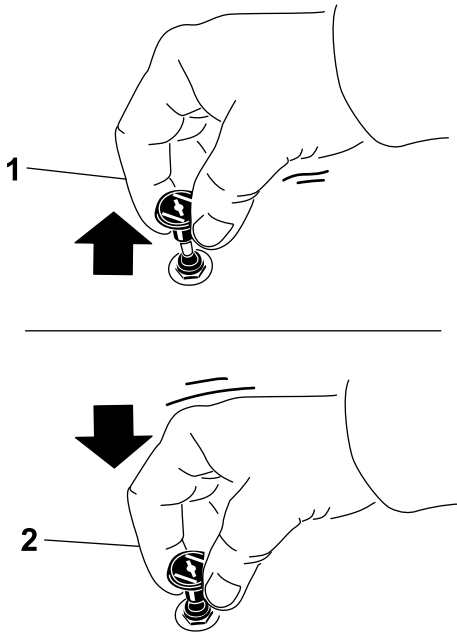

Figura 21
1. Tire hacia arriba del mando para engranar el estérter antes de usar el interruptor de encendido (Figura 21).
2. Presione hacia abajo el mando del estérter para desactivar el estérter después de que el motor arranque (Figura 21).